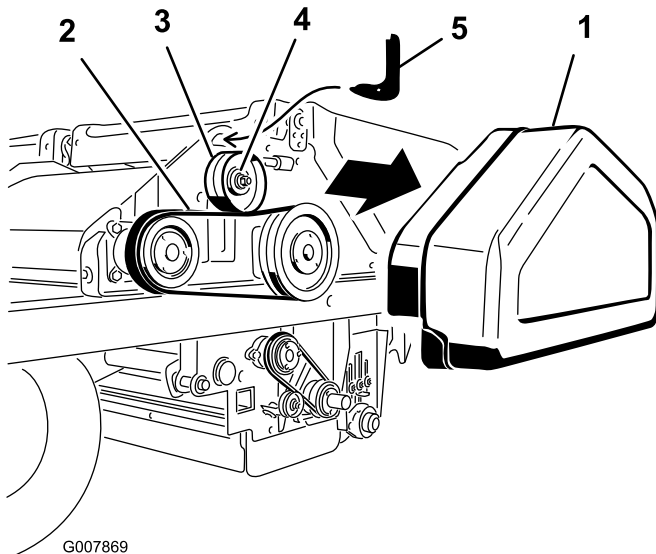

Figura 58
1. Retire a cobertura da correia (Figura 58).
2. Desaperte porca na polia intermédia (Figura 58).
3. Insira a extremidade do gancho da ferramenta de ajuste da tensão da correia no furo acima da polia intermédia (Figura 58).
5. Insira uma chave dinamométrica de 13 mm (1/2 polegada) no furo da ferramenta de ajuste da tensão da correia (Figura 58).
6. Rode a ferramenta para si até alcançar o torque de 345 kPa (50 psi) e, em seguida, mantendo o aperto, aperte a porca da polia intermédia (Figura 58).